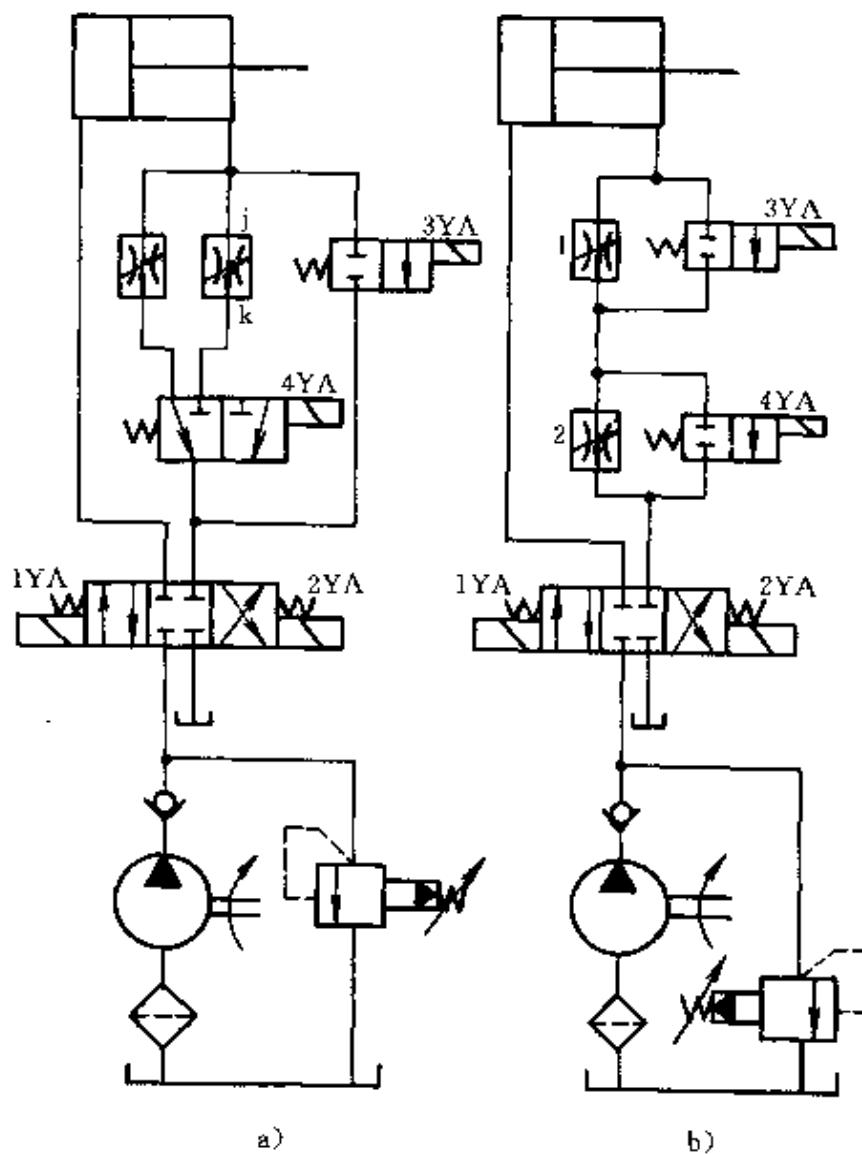

图 7-31 两次进给回路
**7-40 填写图 7-31 所示的电磁铁动作顺序表，并比较两个图所示调速回路的特点。**